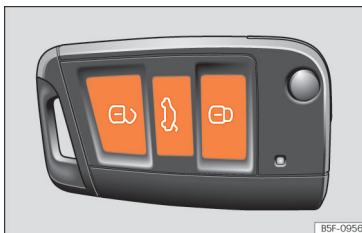

Abb. 96 Funkschlüssel: Tasten.
- Verriegeln: drücken Sie die Taste  » **Abb. 96.**